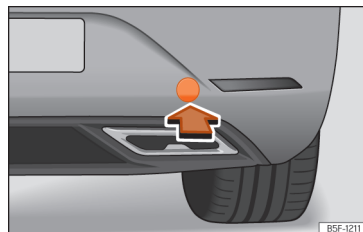

Fig. 218 Partea dreaptă a barei de protecție spate: demontați capacul.
Locul de instalare a inelului de tractare cu filet este în partea dreaptă a barei de protecție spate, în spatele unui capac »» **fig. 218.**
- Apăsăți partea inferioară a capacului » fig. 218 pentru a-l desprinde.